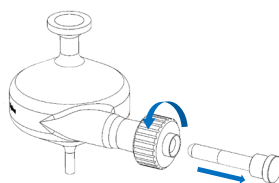

Abbildung 1. Entfernen des Dichtungsstopfens
- 1 Drehen Sie den drehmomentgesteuerten Zerstäueradapter vorsichtig gegen den Uhrzeigersinn, um den Dichtungsstopfen zu entfernen (Abb. 1)